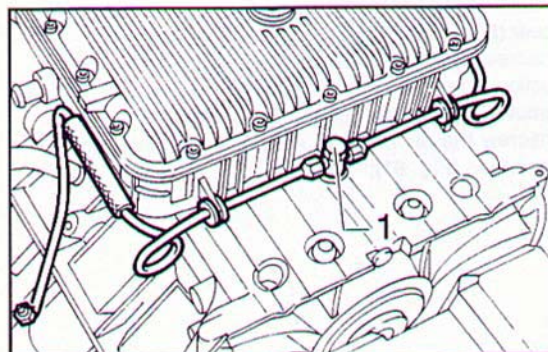

Fig. 76 ▲
- ruotare il motore di 180°, quindi svitare il raccordo (1) e rimuovere le tubazioni mandata olio ai turbocompressori (Fig. 76);
- rotate the engine 180°, unscrew the coupling (1) and remove the oil feed pipes to the turbochargers (Fig. 76);